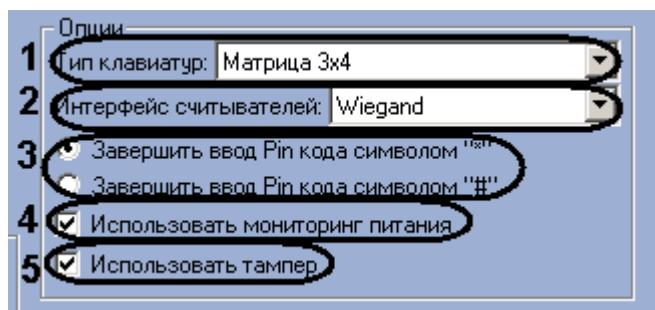

Рис. 3.3-9 Параметры группы Опции
4. Задать параметры в группе **Опции** (Таб. 3.3-4, Рис. 3.3-9).